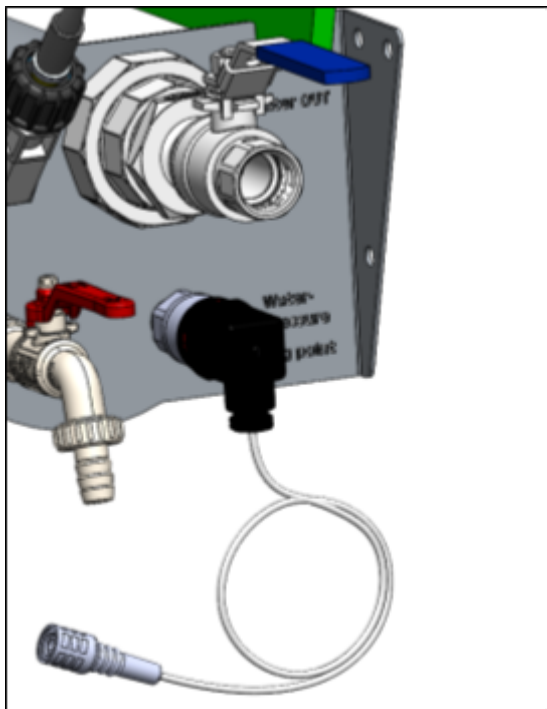

Figure 50.
- 9. Capteur de pression (figure 50)